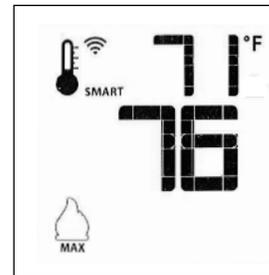

Figure 15.13. Mode intelligent
- Pour activer cette fonction, appuyez sur la touche Thermostat jusqu'à ce que le mot « SMART » apparaisse à droite de l'icône de l'ampoule du thermomètre. Figure 15.13.